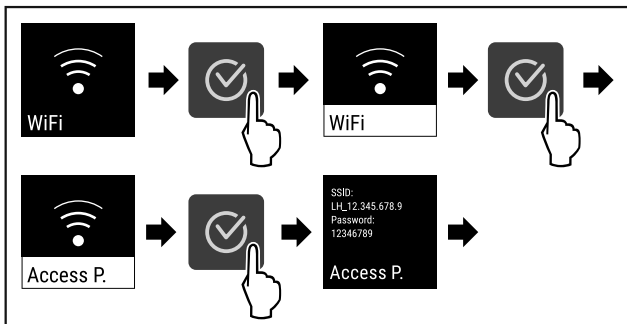

Fig. 85
- ▶ Изпълнете стъпките (виж Fig. 85).